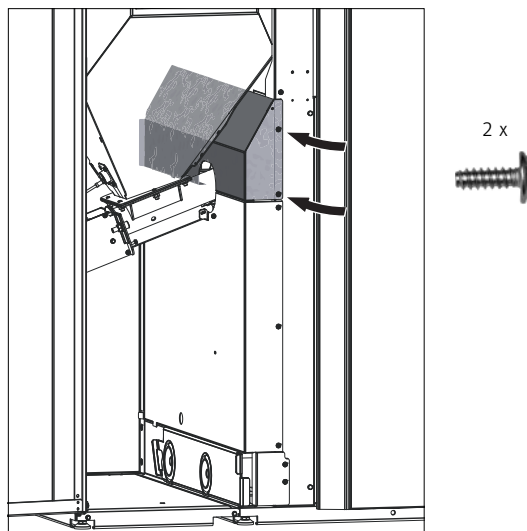

Fig.105 Berührungsschutzblech hinten einschieben und vorne fest-schrauben
- Berührungsschutzblech hinten bei Rückwand einschieben und vorne mit 2 Blechschrauben befestigen – Fig.105.